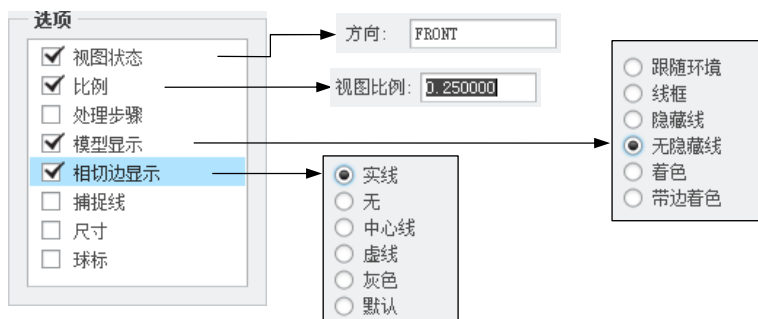

图 9.1.5 修改模板视图指令
(2) 修改模板视图指令,如图 9.1.5 所示。
- ① 修改名称:为“FRONT”,在 类型 下拉列表中选择 常规 选项。
- ② 在 选项 区域中选中 视图状态 复选框,在 值 区域的方向:文本框中输入视图方向名称“FRONT”。
- ③ 在 选项 区域中选中 比例 复选框,在 值 区域中设置视图比例值为 0.25。
- ④ 在 选项 区域中选中 模型显示 复选框,在 值 区域中选中 无隐藏线 单选项。
- ⑤ 在 选项 区域中选中 相切边显示 复选框,在 值 区域中选中 实线 单选项,即以实线显示切边。